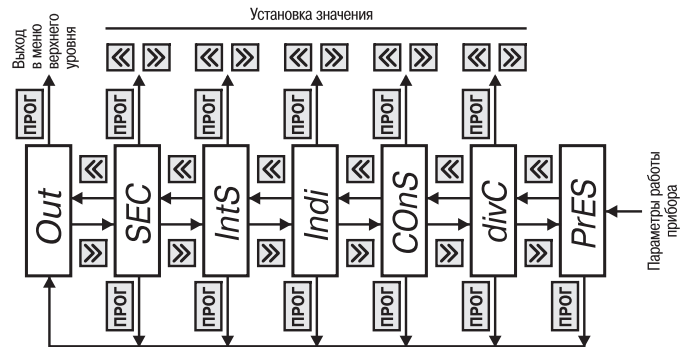

Рис. 16
6.2.2.5. Группа «*OPER*» предназначена для установки рабочих параметров прибора (рис.16). Код доступа для этой группы «_33».